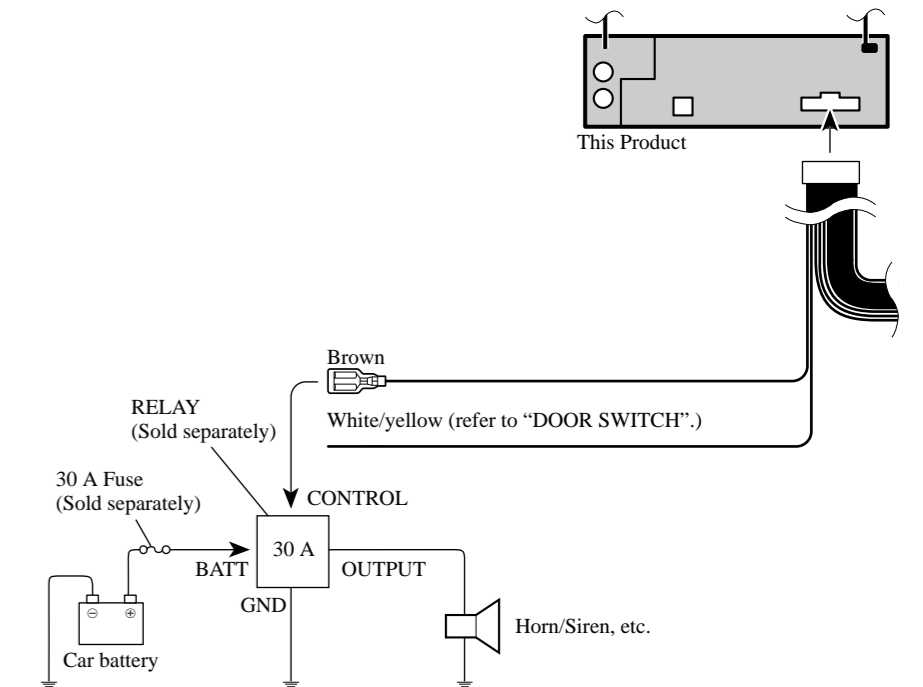

Fig. 6
■ **Brown (ALARM OUTPUT)** (Fig. 6)